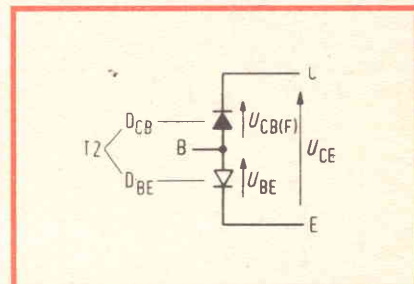
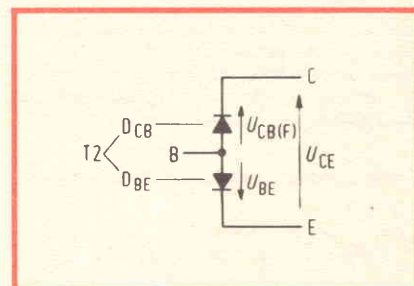

Fig. 4 - Le tensioni nelle due sezioni diodi (D_{CB} e D_{BE}) e nel transistor, valide per la prima parte del funzionamento inverso.
Fig. 5 - Andamento delle tensioni nelle due sezioni diodi e nel transistor in presenza di una tensione positiva U_{BE} (punto 6 figura 3).
All'inizio dell'andata (da t_4 a t_6) il passaggio base/emettitore è bloccato. Il valore della tensione collettore/emettitore risulta rispettivamente dalla fig. 4 e dall'equazione (1). Dal momento t_6 in avanti U_{CE} è indicato dalla fig. 5 e dall'equazione (2). In seguito a ciò il valore di $U_{CB(F)}$ decresce costantemente, poichè anche la corrente I_C che passa attraverso di esso diventa più piccola con andamento a dente di sega. Poco prima del momento t_7 U_{CE} passa attraverso lo zero.